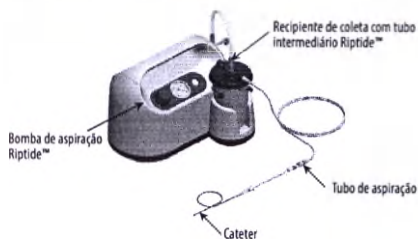

Figura 1: Diagrama de configuração do sistema de aspiração Riptide™
- Consulte a Figura 1 (acima) para ver a disposição correta dos dispositivos para configuração adequada do sistema de aspiração Riptide™.